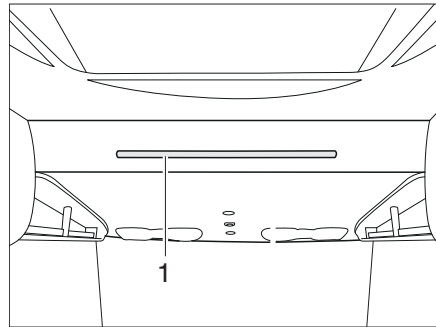

Bild 145 Hubbett manuell
- Das Hubbett mit beiden Händen an der Griffstange (Bild 145,1) nach unten ziehen.
- Die Aufstiegsleiter mit den beiden Bügeln in die Griffstange (Bild 145,1) am Hubbett einhängen.